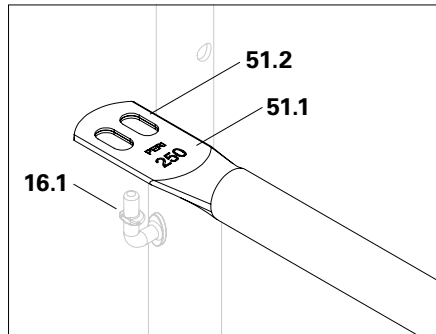

Abb. A3.01
1. Anschlussstücke (51.1) des Geländerholmes waagrecht drehen und auf Geländerhaken auflegen. (Abb. A3.01)